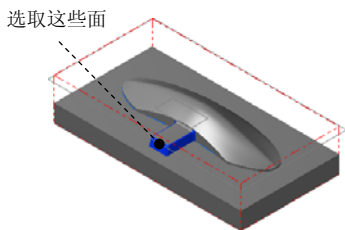

图 9.43 设置加工面
(1) 在图形区中选取图 9.43 所示的面 (共 14 个), 按 Enter 键, 系统弹出“刀具路径的曲面选取”对话框。